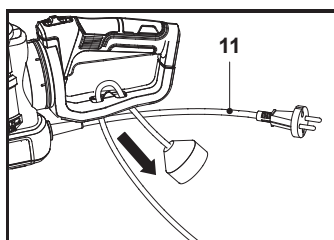

Fig. 3
2. Faire passer la rallonge sur le support de câble (12) et tirer doucement sur le cordon d'alimentation (11) pour s'assurer qu'il est bien maintenu (Fig. 3).